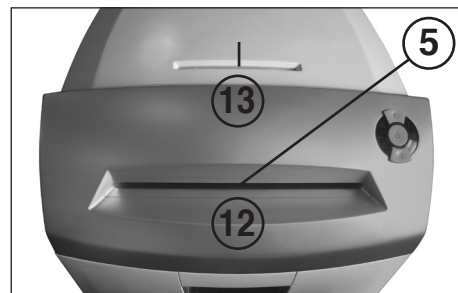

Fig. 3
5 = **Barreira luminosa (marcha para frente) (Fig. 3)**
12 = **Ranhura de alimentação (Fig. 3)**
13 = **Ranhura de alimentação de segurança (Fig. 3)**
Papel – inserir o papel na ranhura de alimentação (12) (Fig. 3) para que o cortador possa trabalhar.
Suportes informáticos (CD, DVD ou cartões de crédito) – inserir suportes informáticos um por um na ranhura de alimentação de segurança em separado (13) (Fig. 3) para que o cortador possa trabalhar.